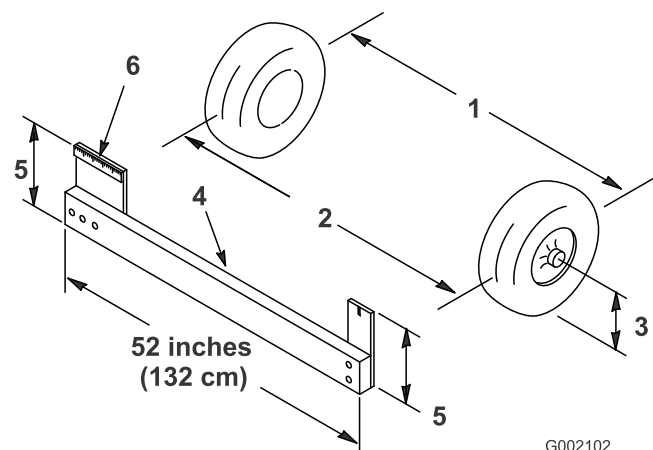

図 43
2. 前輪の前と後ろで、左右のタイヤの中央線間距離を測る；計測はアクスルの高さで行う (図 43)。前輪の後ろで、アクスルの高さで測定を行うには市販または手製のトーイン測定器が必要となる。前後の計測とも同じ道具を使用し、アクスルの高さで正しく測定すること (図 43)。